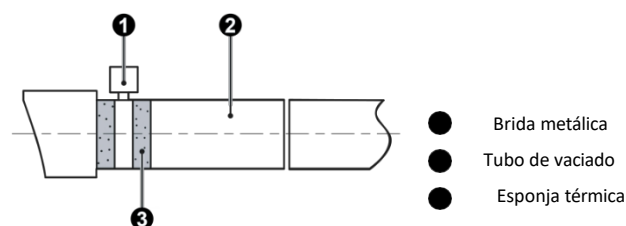

Fig. 4.3.2
- 1 Inserte el tubo de evacuación en el orificio de evacuación y fíjelo con cintas, tal y como se muestra en la Fig. 4.3.2. El modelo se suministra con un tubo de evacuación, mientras que para los demás modelos deberá adquirir el tubo de evacuación por su cuenta.